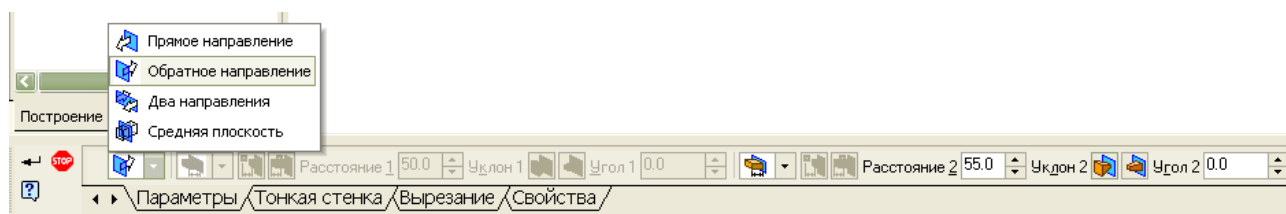

Рис. 53 – Вирізання ескізу витисненням
3.8 Натисніть кнопку «**Вырезать выдавливанием**»  для вирізання ескізу **на відстані 55 мм** (рис. 53). Зверніть увагу на те, що напрям вирізу потрібен бути зворотнім.